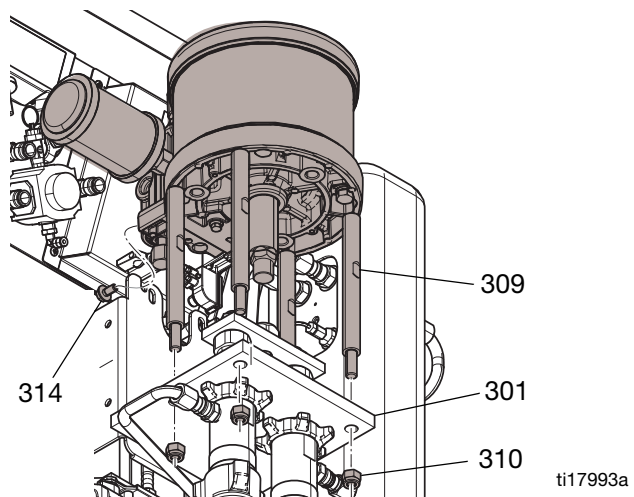

FIG. 2
3. Installare i tiranti facendoli passare attraverso la piastra (301). Assicurarsi che le viti (314) si inseriscano nelle fessure della staffa (311). Installare le viti (314). Vedere FIG. 2, pagina 26.
4. Serrare il dado (313) a 43-51 N•m (32-38 piedi per libbre).
5. Serrare uniformemente i quattro dadi dei tiranti (310) a piccoli incrementi da 37-43 N•m (27-32 piedi per libbre). Vedere FIG. 2, pagina 26.